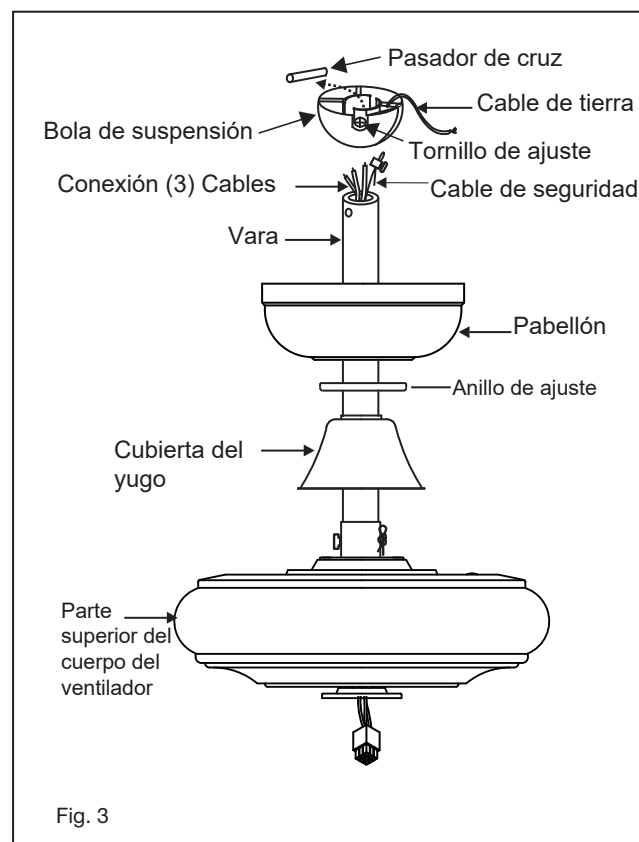

Fig. 3
- 1 Deslice la cubierta del yugo y el dosel sobre la varilla. (Fig. 3)